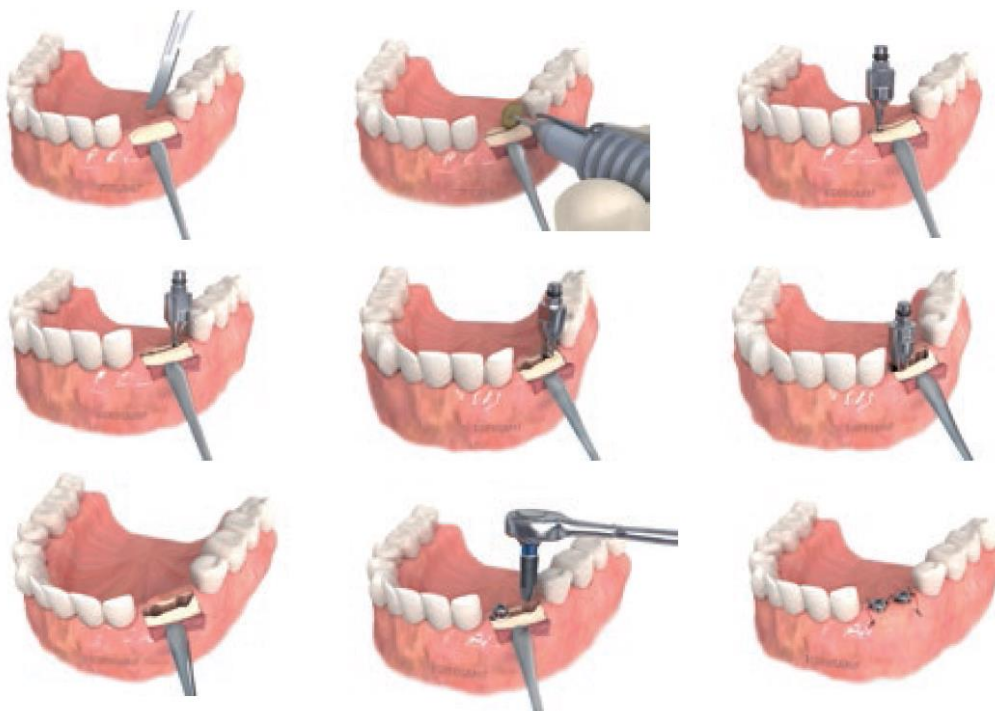

Figura 2: Pasos principales de la secuencia de utilización de los expansores para la realización "Cortical Split".
B) Instrucciones de uso. Cortical Split con expansores (Figura 2):